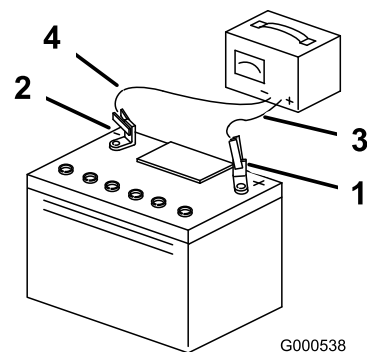

Bild 33
3. Ziehen Sie, wenn die Batterie voll geladen ist, den Stecker des Ladegeräts aus der Dose. Klemmen Sie dann die Klemmen des Ladegeräts von den Batteriepolen ab (Bild 33).